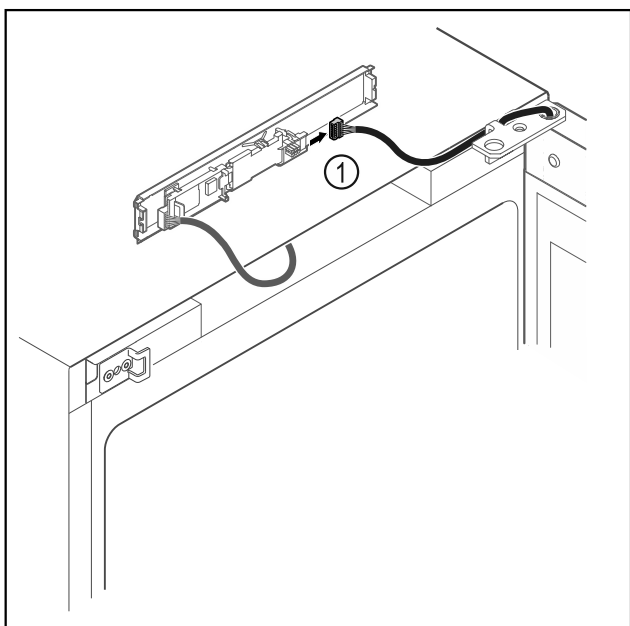

Fig. 7
- ▶ Lossa kontakten Fig. 7 (1) från kretskortet.